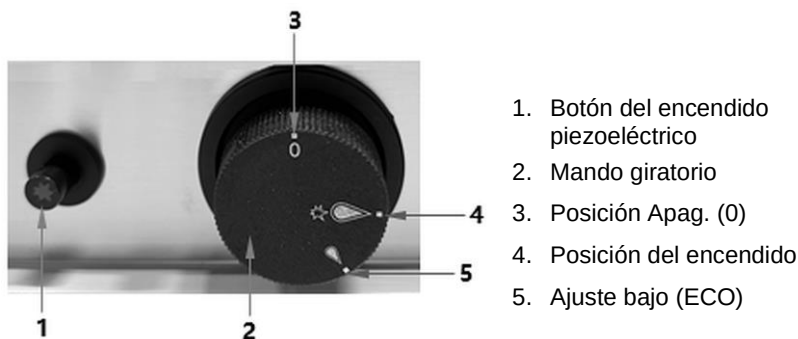

Fig. 5
1. Gire el mando giratorio (2, fig. 5) a la posición del encendido (4);
2. Presione el mando giratorio (2) y manténgalo presionado.
3. Presione el botón del encendido piezoeléctrico (1) varias veces hasta que el quemador principal se encienda.